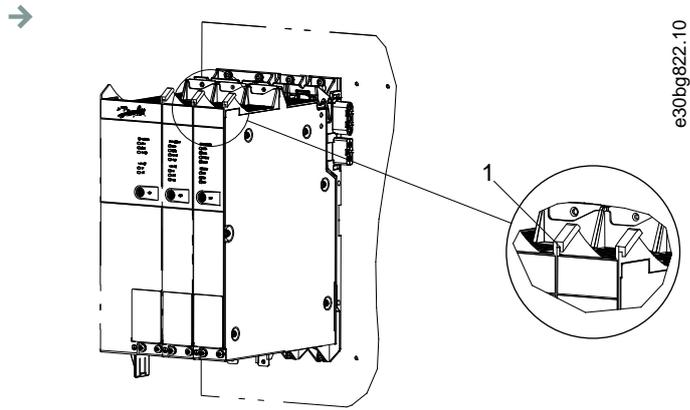

Abbildung 26: Führungsnut
7. Wiederholen Sie die Schritte 4, 5 und 6 für die restlichen Module und stellen Sie sicher, dass sich die Lippe auf der linken Seite des zweiten Moduls innerhalb der Führungsnut auf der rechten Seite des ersten Moduls befindet ([1] in Abbildung 26).